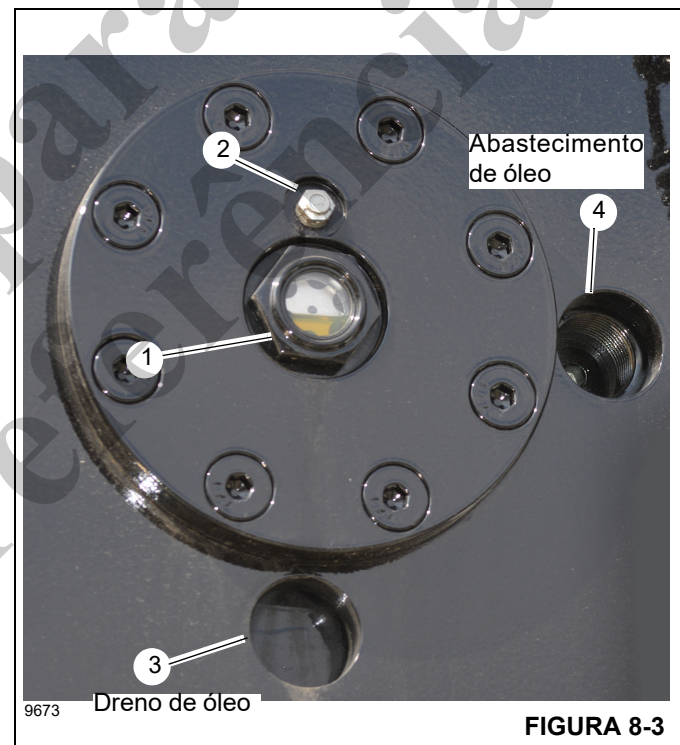
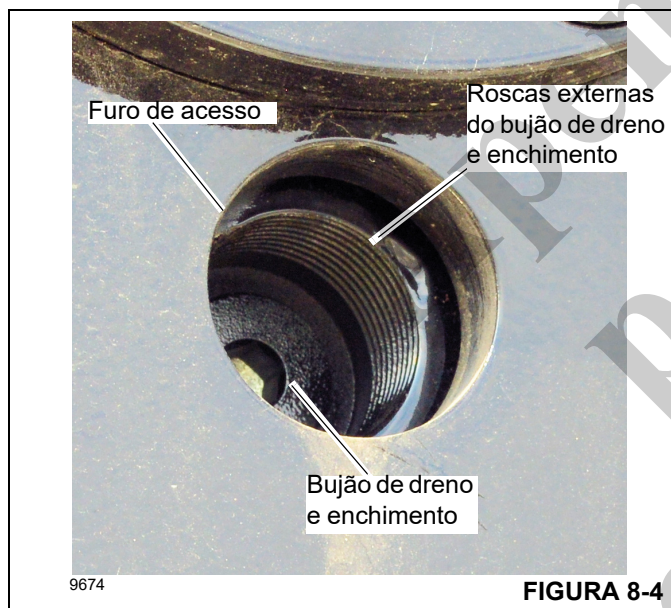

FIGURA 8-3
FIGURA 8-4
Verifique o nível do óleo no indicador visual (1, Figura 8-3) no guincho. Quando estiver frio e não estiver em operação, verifique o nível do óleo no indicador visual. O óleo deve estar aproximadamente acima da metade do indicador visual. A caixa de engrenagens e o freio do guincho comportam no máximo de 5,44 l (11.5 pt) de óleo.
O dreno de óleo do guincho e o budo de enchimento estão localizados no tambor. O budo pode ser acessado através de um dos dois furos de acesso. O furo de acesso da parte inferior (posição das 6 horas) (3, Figura 8-3) é utilizado ao drenar o óleo. O furo de acesso na lateral (posição das 3 horas) é utilizado ao abastecer o guincho com óleo (4).
1. Remova o bujão de respiro (2, Figura 8-3). Limpe com solvente conforme necessário. Reserve para uso posterior.
2. Gire o tambor do guincho de modo que o bujão de dreno e enchimento (Figura 8-4) esteja alinhado com o furo de acesso do dreno de óleo na posição das 6 horas (3, Figura 8-3).
3. Instale um tubo curto de 1 polegada (25 mm) nas roscas externas ao redor do bujão de dreno e enchimento (Figura 8-4).
8. Revista a rosca do bujão de respiro (2, Figura 8-3) com óleo e instale o bujão de respiro.
1. Gire o tambor do guincho de modo que o bujão esteja alinhado com o furo de acesso de abastecimento de óleo na posição das 3 horas (4, Figura 8-3).
2. Usando uma chave Allen de 5/16 pol. (8 mm), remova o bujão de dreno e enchimento (Figura 8-4).
4. Inspeção visualmente o nível do óleo no indicador visual (1, Figura 8-3). Quando terminar de encher, o nível do óleo deve estar aproximadamente acima da metade do indicador visual.
5. Usando uma chave Allen de 5/16 pol. (8 mm), instale e aperte o bujão de dreno e enchimento (4, Figura 8-4). Aperte o bujão de dreno e enchimento com torque de 67,8 Nm (50 lb-pés).